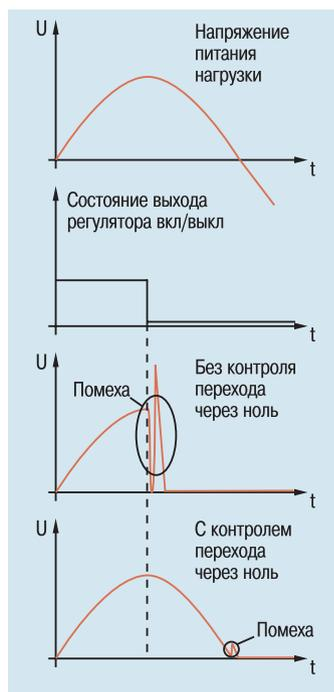

Рис. 1. Графики, поясняющие возможность уменьшения влияния помех
- по возможности используйте полупроводниковые промежуточные силовые устройства (симисторы, тиристоры, твердотельные реле). Используйте модификации приборов с выходными элементами типа «С» – симисторная оптопара. Такой выход предназначен для управления силовыми симисторами и тиристорами и обеспечивает дополнительную защиту от помех, связанных с коммутацией больших величин тока (рис. 1) за счёт наличия функции контроля перехода напряжения через ноль.